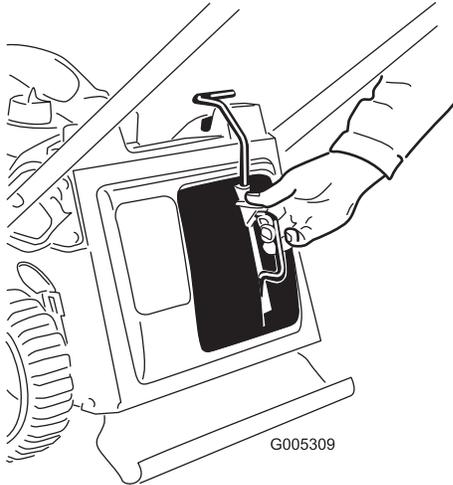

Figure 28
1. Enlevez l'obturateur de mulching (Figure 28).